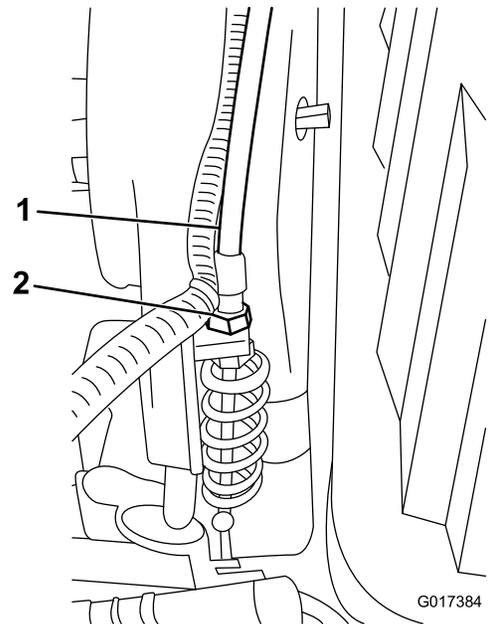

Figure 44
3. Au niveau de la traversée de la transmission, réglez le câble de commande du cylindre (Figure 44) pour obtenir une longueur de ressort de 70,6 à 72,4 mm.